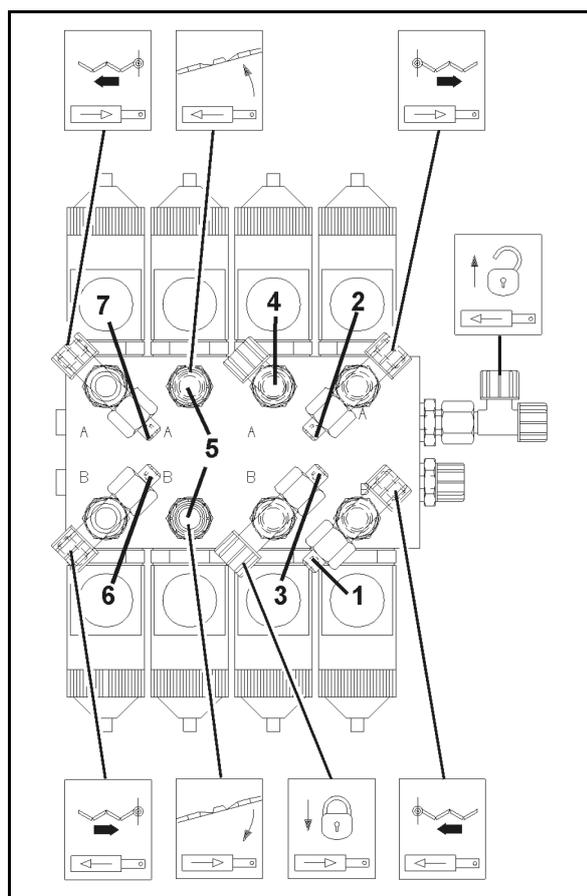

Fig. 186
1. Aflojar la contratuerca del tornillo de ajuste (Fig. 186/1).